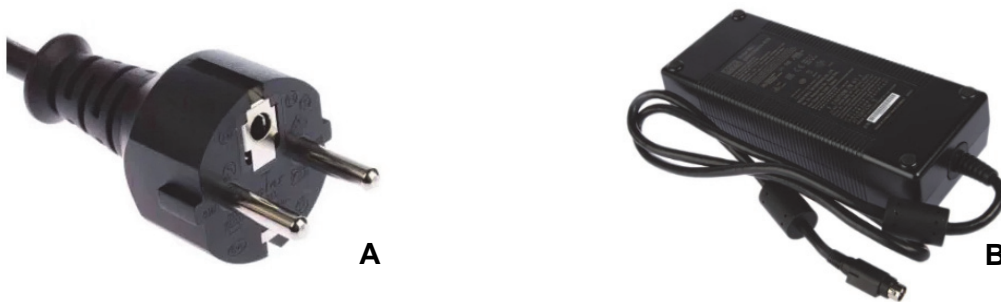

Abbildung 11: A) Das dafür vorgesehene Kabel ist geerdet und hat zwei runde Stifte. B) Der AC/DC-Adapter.
1. Schließen Sie das Gerätekabel an den AC/DC-Adapter an (Abbildung 11).